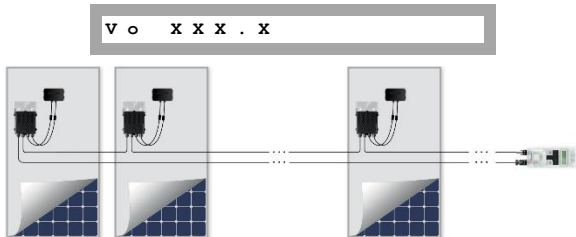

Figure 2 : Connexion de la clé SolarEdge
- 3 Connecter une chaîne d'optimiseurs de puissance à la clé SolarEdge (voir la Figure 2).
- 3** Connecter une chaîne d'optimiseurs de puissance à la clé SolarEdge (voir la Figure 2).